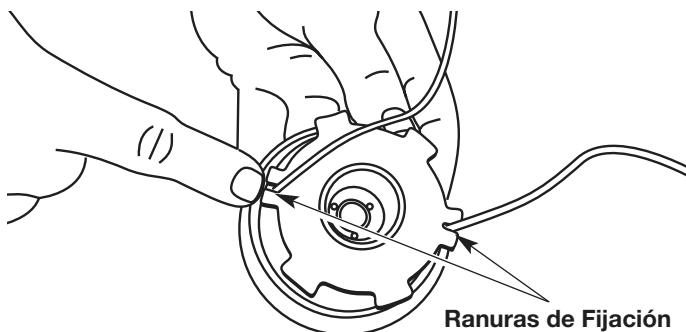

Fig. 21
12. Inserte los extremos de la línea en las dos ranuras de fijación (Fig. 21).